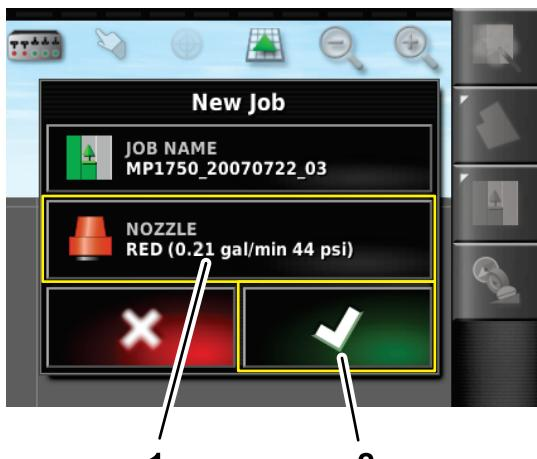

Figure 152
- Dans le menu « New Job » (nouvelle tâche), appuyez sur l'icône de la buse (Figure 152).
- Appuyez sur l'icône de confirmation (Figure 152).